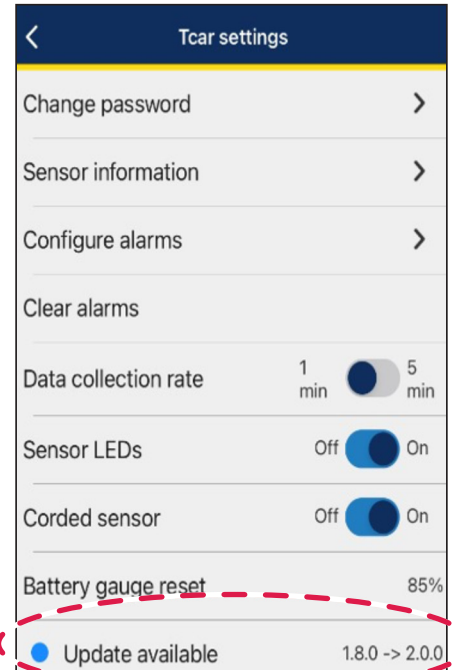

Abbildung 57
2. Wählen Sie **Update verfügbar** aus (Abbildung 57).